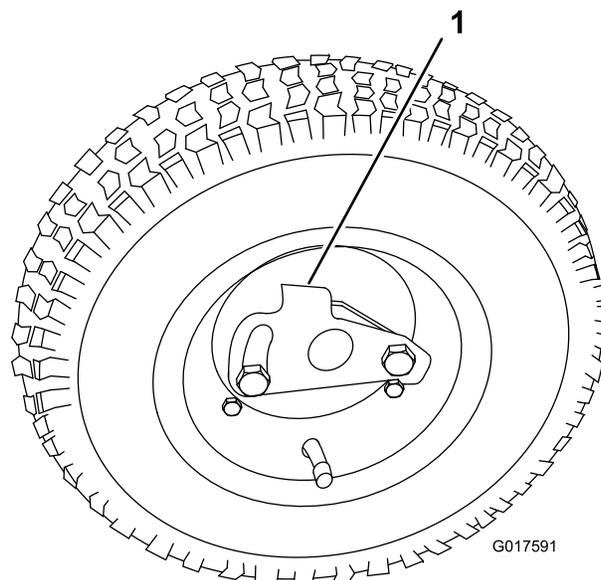

図 8
1. 車輪を車軸にはめ込む (図 8)。
2. ロッキングクリップを開き、タイヤを更に奥に押し込む (図 8)。